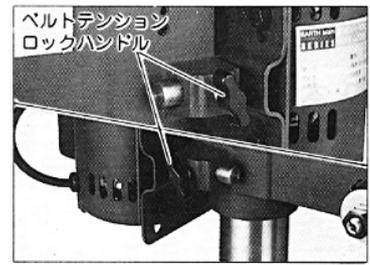

図11-1
- (1) 左右2カ所にあるベルトテンションロックハンドルをゆるめて下さい。図11-1
- (2) 穴あけ作業に合った速度を選びベルトを移動させて下さい。